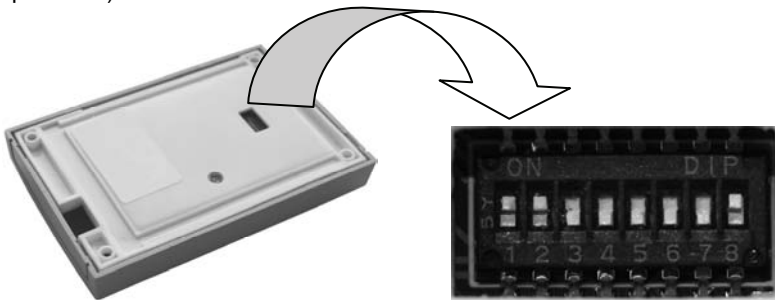

Рисунок 22 – DIP-переключатели контроллера
DIP-переключатели 7 и 8 (см. рисунок 22, увеличенная часть изображения) используются для включения инверсии управляющих выходов контроллера (см. п. 5.2.3). Чтобы управляющий выход на контакте 8 (10) разъема X3 (см. рисунок 6) контроллера сделать инверсным, переключатель 7 (8) (см. рисунок 22) ставится в положение «Выкл.».